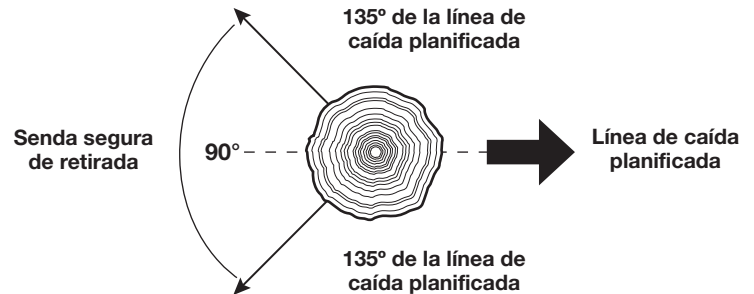

Fig. 15
- Determine una senda de escape rápida y segura. Despeje el área alrededor del árbol y compruebe que no haya obstrucciones que bloqueen la senda de escape. Establezca un corredor de escape en un ángulo de 90°, aproximadamente a 135° de la línea de caída (Fig. 15).